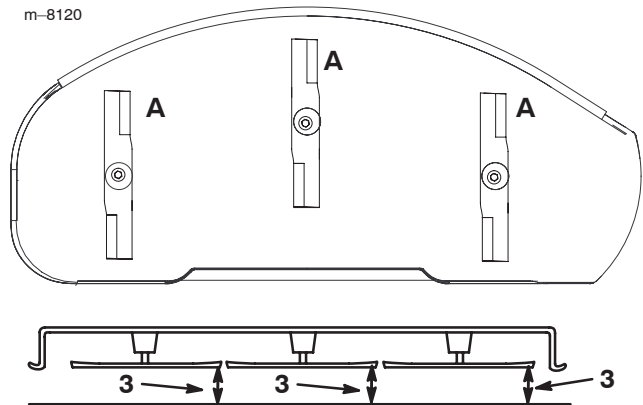

Figure 26
1. Tournez les lames pour qu'elles soient toutes dirigées dans le sens longitudinal (Fig. 26). Mesurez la distance entre la surface plane et le tranchant (position A) des lames (Fig. 26) et notez cette valeur.